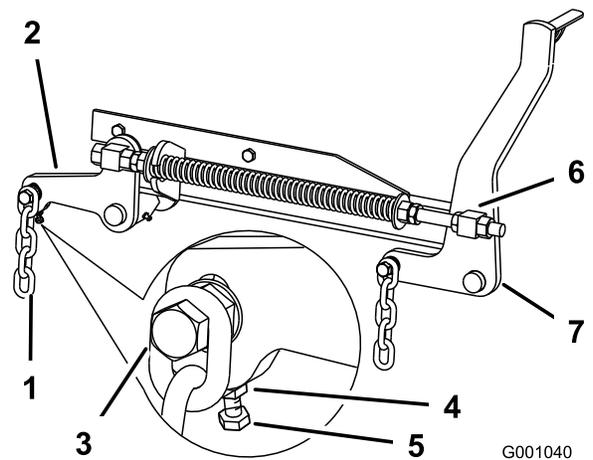

Figure 104
7. Si la distance mesurée au point **B** ou **C** n'est pas correcte, desserrez le boulon qui fixe la chaîne arrière au bras de support arrière (Figure 104).
8. Desserrez l'écrou de blocage sous le bras de support arrière et agissez sur le boulon de réglage de manière à obtenir une distance de 80 à 83 mm ; voir Figure 104.
7. Desserrez d'environ 13 mm les écrous de blocage à l'avant des pivots avant gauche et droit (Figure 104).
8. Réglez les écrous de levage sur les côtés gauche et droit de la machine de manière à abaisser l'avant de 6 à 10 mm au point **A** par rapport au point **B** à l'arrière (Figure 104).